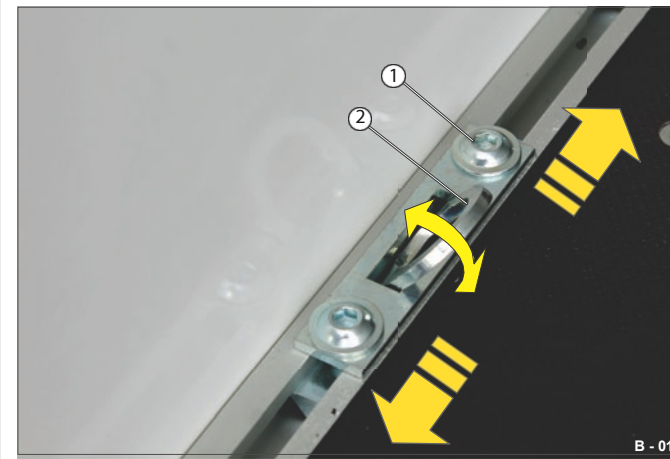

Fig. 18 Surringspunkter, detaljer
Surringsøyet (fig. 18/2) kan enkelt svinges.
- Løsne begge klemmekruene (fig. 18/1).
- Skyv surringsøyet (fig. 18/2) i gulvskinnen til ønsket posisjon.